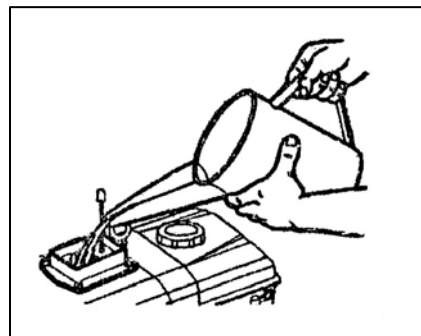

рис.2
5. При помощи воронки наполните бачок охлаждающей водой до уровня всплытия поплавка (рис. 2). При этом необходимо закрыть сливной вентиль. В качестве охлаждающей воды рекомендуется использовать чистую мягкую воду, например, дождевую. При использовании ключевой, дождевой или другой тяжелой воды, содержащей повышенное количество минеральных примесей, воду необходимо умягчить перед использованием. Кипячение с последующим отстаиванием является наиболее простым и удобным способом умягчения тяжелой воды. Также рекомендуется добавлять 20 грамм негашеной извести (CaO) на 100 кг воды. Первый шаг — опустите негашеную известь в воду, удалите осадок посредством фильтрования, после этого вылейте раствор в воду, добавив 10 грамм соды (NaCO_3), чтобы поспособствовать растворению. После этих процедур тяжелая вода может использоваться в качестве охлаждающей воды.